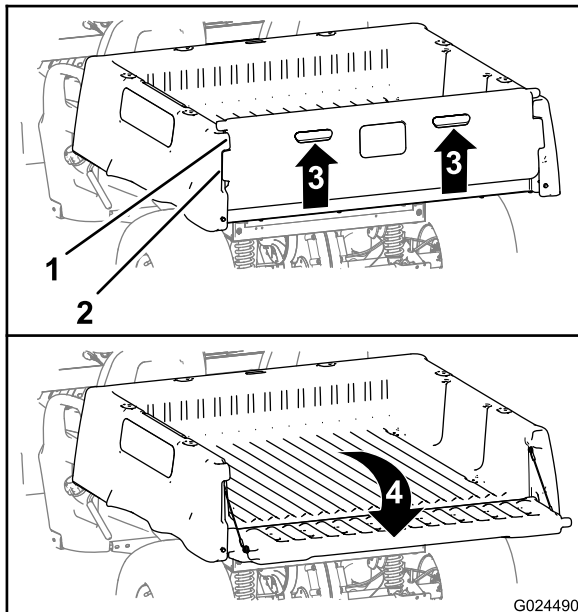

Figura 20
2. Tire hacia arriba del portón usando los tiradores del panel trasero (**Figura 20**).
3. Alinee las pestañas de bloqueo del portón trasero con los huecos situados entre las pestañas del portón trasero de la plataforma de carga (**Figura 20**).
4. Gire el portón trasero hacia atrás y hacia abajo (**Figura 20**).
6. Gire el portón hacia arriba y hacia adelante hasta que las pestañas de bloqueo del portón trasero estén enrasadas con el hueco de la plataforma de carga (**Figura 20**).
7. Baje el portón hasta que quede apoyado en la parte trasera de la plataforma de carga (**Figura 20**).